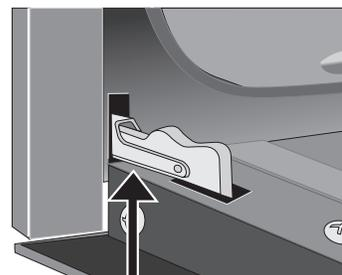

Figure 38 : Verrous de charnière de porte
2. Tirez vers le haut le verrou situé sur chaque support de charnière vers l'avant du four. Il se peut que vous deviez pousser légèrement le verrou vers le haut pour le lever (Figure 38 et Figure 39).
4. Poussez les verrous des charnières de droite et de gauche vers le haut et dans le cadre du four jusqu'à ce qu'ils soient en position verrouillée (Figure 38).